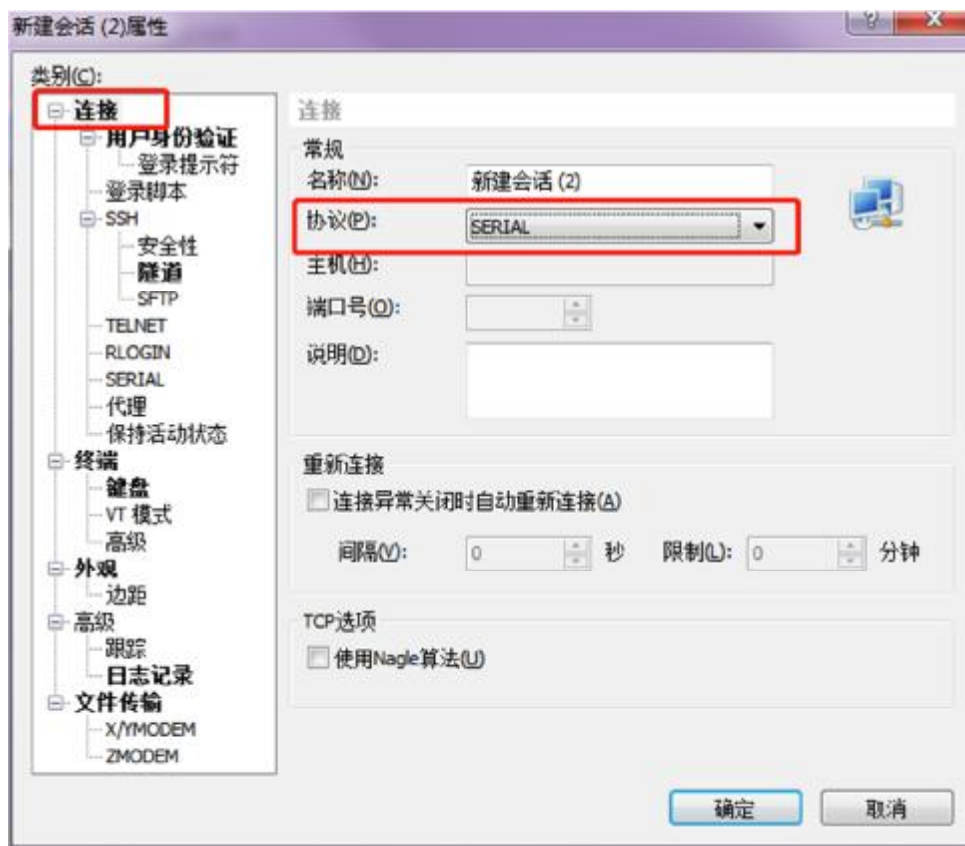

图 8
1) 新建会话设置。如图 8 所示，在左侧类别“连接”里，设置“协议”下拉框选择“serial”；